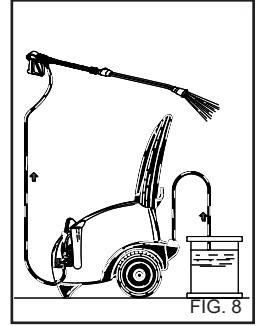

FIG. 8
Después de usar un detergente, el circuito de aspiración del detergente tiene que ser aclarado con agua limpia (fig. 8).
1) Después del uso con detergente, aclarar el circuito de aspiración; introducir el tubo de aspiración del detergente (fig. 8) en un bidón de agua limpia y hacer funcionar la bomba durante 1 minuto con el grifo de dosificación completamente abierto y la lanza en fase de suministro de detergente.
- 4) Después del uso con detergente, aclarar el circuito de aspiración, introducir el tubo de aspiración (fig. 8) del detergente en un bidón de agua limpia y hacer funcionar la bomba durante 1 minuto y la lanza en fase de suministro del detergente.